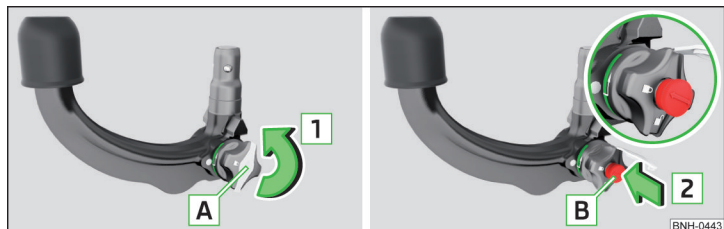

Fig. 211 Detașarea capacului de încuietoare/Introducerea cheii în încuietoare
- › Îndepărtați aparținătorul **A** de pe încuietoare, în sensul săgeții **1** » fig. 211.